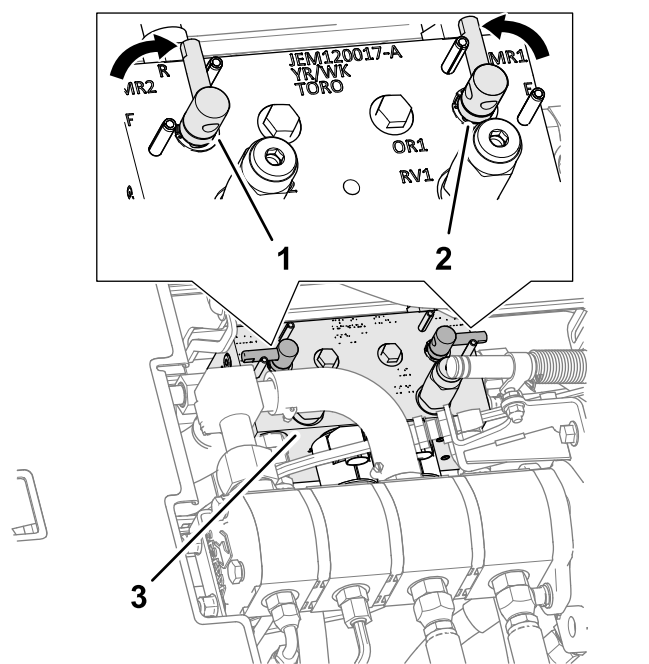

Figura 116
4. Desbloqueie e levante o banco para expor o coletor do cortador (Figura 116).
5. Mova as alavancas de retificação para a posição R (retificação) (Figura 116).